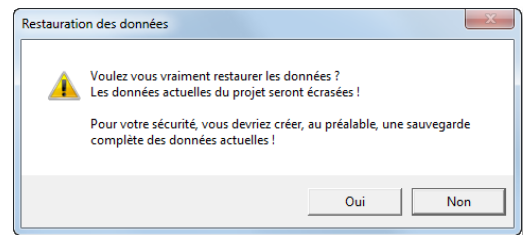

Fig. 2.12 Message d'avertissement avant la restauration de données
Le bouton 'Restaurer' permet de lancer le processus de restauration. Après une demande de confirmation ou un avertissement (voir la Fig. 2.12), signalant que vous pouvez éventuellement écraser les données du projet en cours, la progression de la restauration s'affiche dans une fenêtre de progression (voir la Fig. 2.9).
2.11. Le projet actuellement en cours est le projet "WDP2018". Nous sélectionnons maintenant les données d'un projet dans la liste en dessous ayant comme nom de projet "bsekmh4", sachant que nous allons écraser les données de notre projet actuel "WDP2018" avec une sauvegarde de ces données, et le rendre ainsi inutilisable. Nous lançons la restauration et nous obtenons la demande de confirmation décrite dans la Fig. 2.12. Nous répondons '**Oui**' à la question. Au lieu du démarrage de la restauration, le programme affiche une autre fenêtre de dialogue.